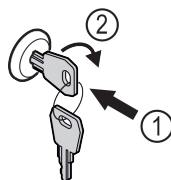

Fig. 207
- Sleutel erin duwen. Fig. 207 (1)
- Sleutel 90° rechtsom draaien. Fig. 207 (2)